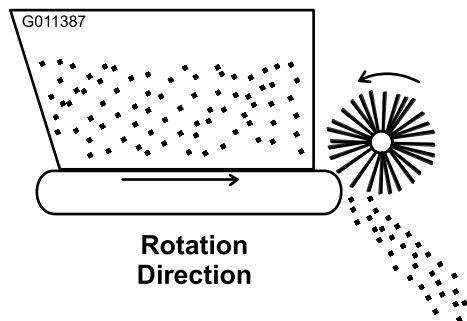

Рисунок 19
3. Переведите рычаг выносной гидравлики автомобиля в положение РАБОТА. Лента транспортера и щетка должны вращаться, как показано на Рисунок 19.